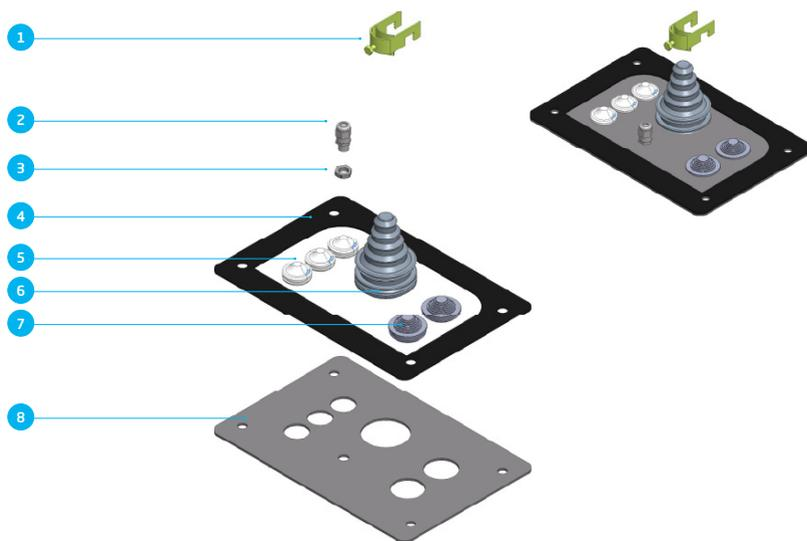

Figura 5: Panoramica assemblaggio inferiore
- d. Taglia il gommino passacavo in modo che sia della misura adatta a stringere saldamente il cavo di alimentazione e fai passare il cavo di alimentazione attraverso la piastra di base, montata sull'infrastruttura di ricarica. Tira il cavo di alimentazione in modo da farlo uscire all'esterno della stazione di ricarica per installare il fermacavo antistrappo (vedi figura 5).